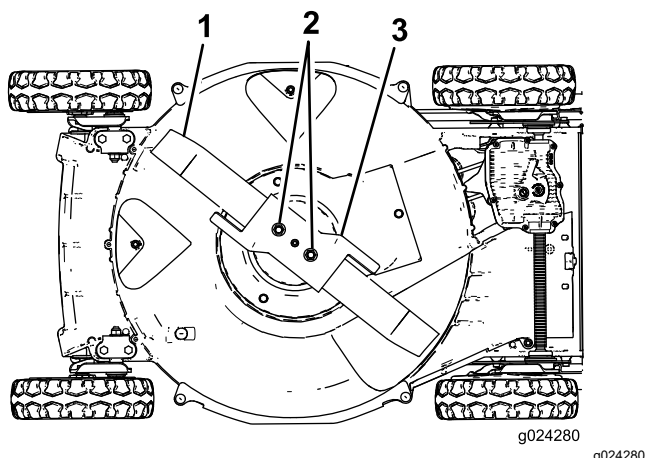

Рисунок 28
- Переверните машину на **правую** сторону (воздухоочистителем вверх), как показано на Рисунок 28.